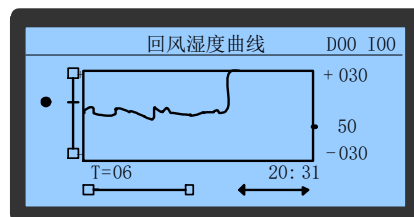

图5-24 湿度曲线
2. 在温湿度曲线菜单界面中可选择进入回风湿度曲线子菜单，如图 5-24 所示。